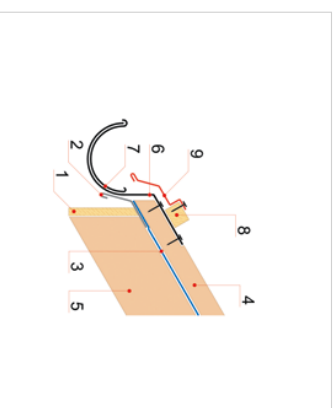

Рисунок 16
5.3.1 Карнизные планки ДЕКРА устанавливаются с нахлестом 100 мм и крепятся к нижним брускам шаговой обрешетки с шагом 200 мм (Рисунок 16).